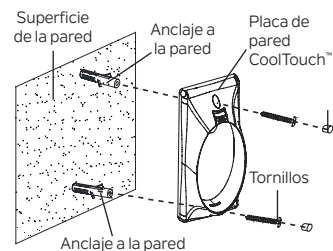

Figura 29a
tornillos provistos. Inserte los dos tapones de plástico en la placa de pared. (Figura 29a)
**Paso 2.** Utilice los anclajes para paneles de yeso y los tornillos proporcionados para terminar la instalación. (Figura 29a)